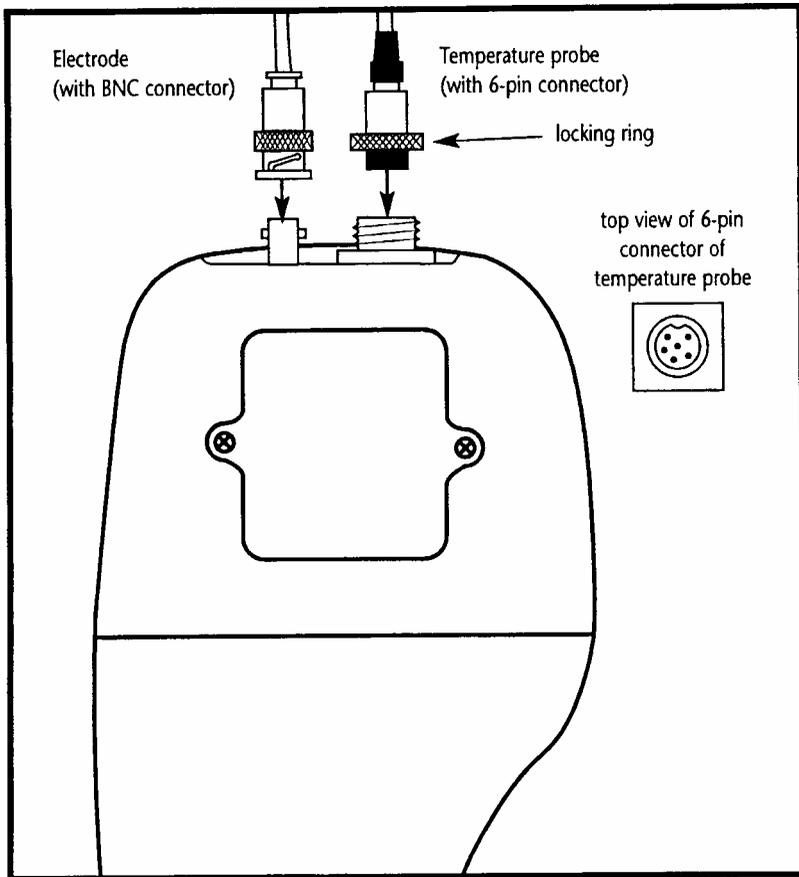

图 4 - pH 电极(BNC)和温度探头(6-脚连接器)的连接器
1. 将电缆线上的 6 针插头插上仪器上端的插座中，侯正位置，推进插头，旋转金属环，锁定到位，参见图 4。